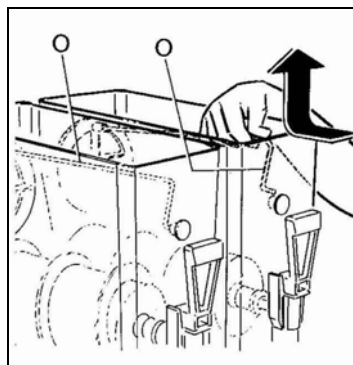

Fig. 1
El aparato se debe colocar sobre una superficie horizontal y sólida de modo que la estructura del aparato esté bien ventilada (al menos 20 cm de espacio libre, fig.1), instalar el aparato en un ambiente seco y evitar instalarlo cerca de
- **E**xtraer el dispositivo de mezcla superior (O) empujándolo ligeramente hacia atrás para poderlo desenganchar de su alojamiento (ver la fig. 1).